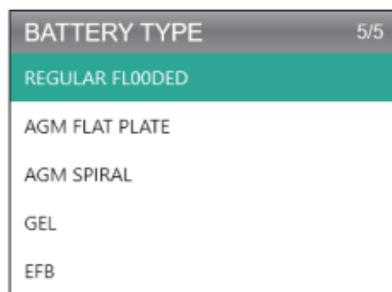

Figura 4.2.3
3. Selezionare il tipo di batteria corrispondente e premere [OK] (vedi Figura 4.2.3). Il tipo specifico di batteria è solitamente elencato sull'etichetta della batteria.